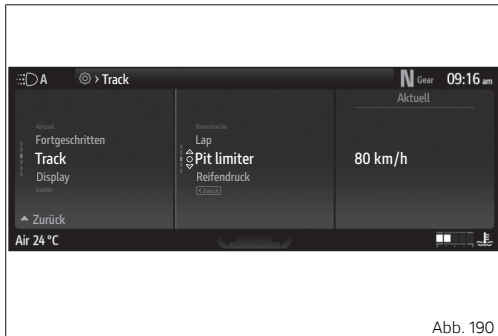

Abb. 190
- Die Angabe „Pit limiter“ (Abb. 190 S.246) markieren, dann die Taste ○ drücken.